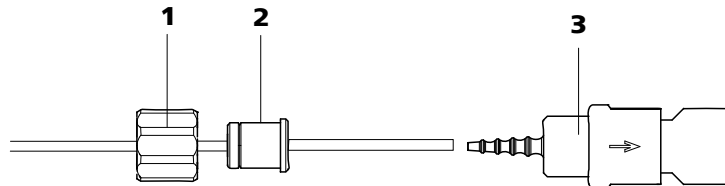

Abbildung 26 Pumpschlauch-Verbindung mit Filter installieren
- **Fall A:** eine Pumpschlauch-Verbindung **mit Filter** (6.2744.180) (siehe Abbildung 26, Seite 49) oder